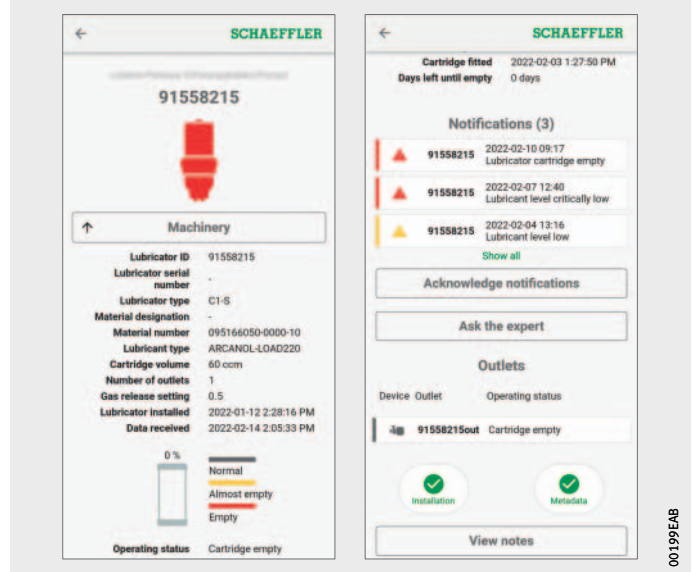

图 40
- ▶ 点击 [Add Lubricator] 按钮，第49页，图 40，